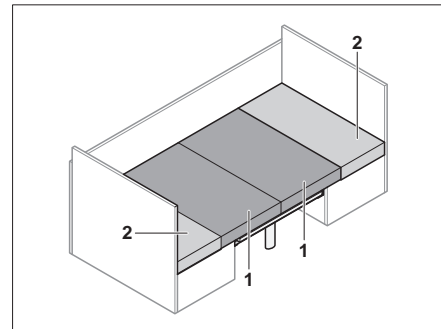

Bild 70 Efter ombyggnaden
- Drag sittdynorna (Bild 70,1) till mitten.
- Skjut in ryggdynorna (Bild 70,2) mellan sittdynorna och väggen.